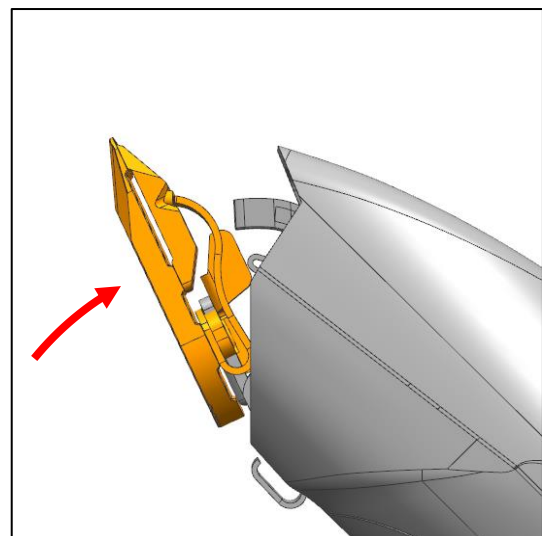

Abb. 50
- Klappen Sie den Schneidsatz auf die laufende Tierhaarschneidemaschine auf, bis dieser hörbar einrastet (Abb. 50).